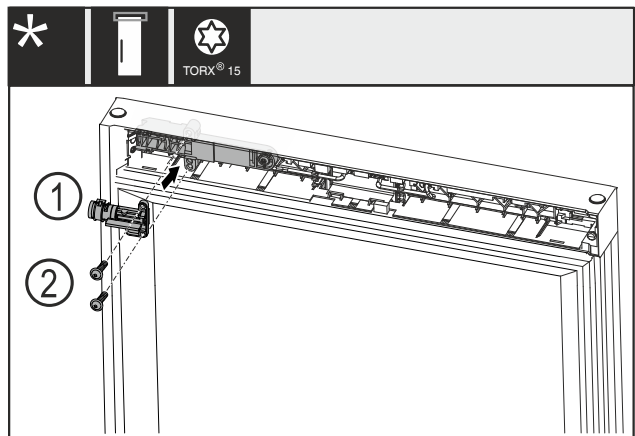

Fig. 13
- Okrenite mehaničku bravu Fig. 13 (1) za 180° i montirajte je na suprotnu stranu.
- Učvrstite mehaničku bravu Fig. 13 (1) s pomoću vijaka Fig. 13 (2).